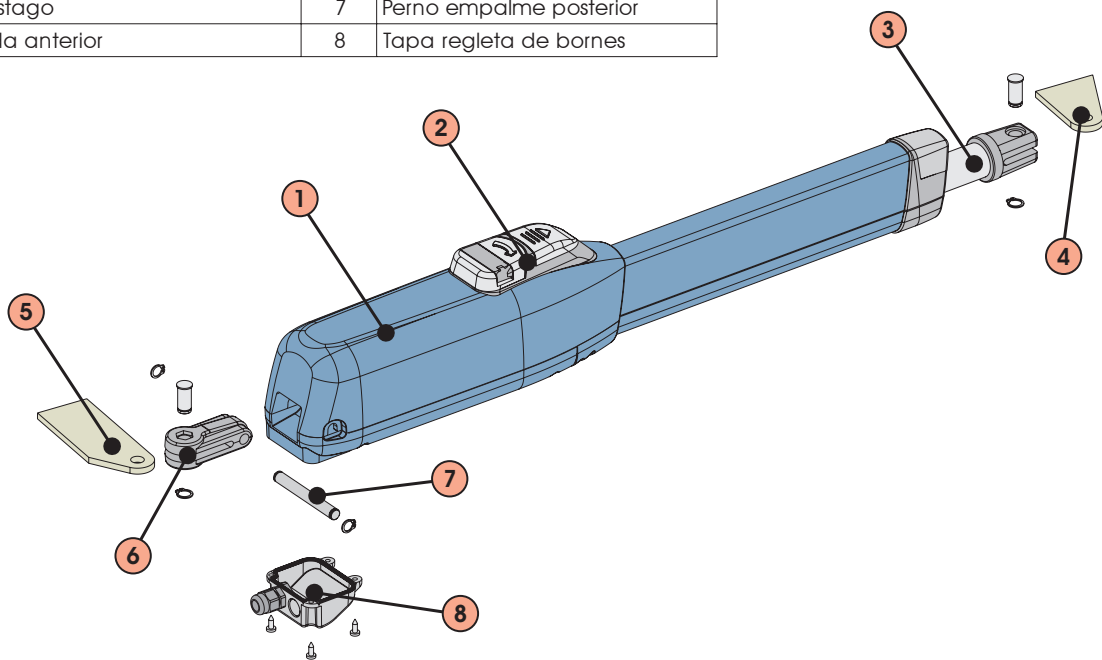

Fig. 1
- 2) Schuif het beschermdeksel weg, fig. 1/1.
- 3) Steek de sleutel erin en draai hem 90°, fig. 1/ 2.
- 4) Til de bedieningshendel op, fig. 1/ 3.
- 5) Om de aandrijving te ontgrendelen draait u de bedieningshendel 180° in de richting van de pijl op het ontgrendelsysteem, fig. 1/ 4.